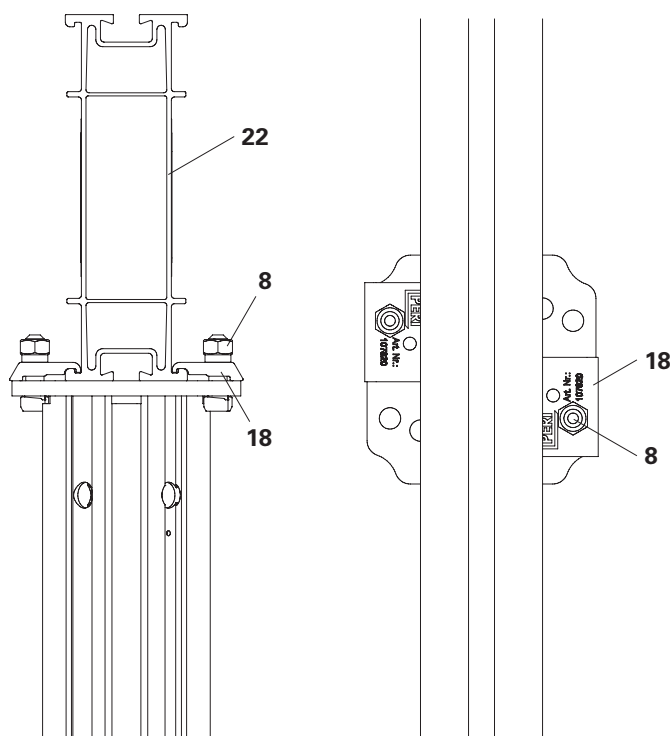

Fig. A6.02
Il montaggio avviene con due staffe di fissaggio MP MB 24 (18) disposte in diagonale e con vite con dado MP (8). (Fig. A6.02)